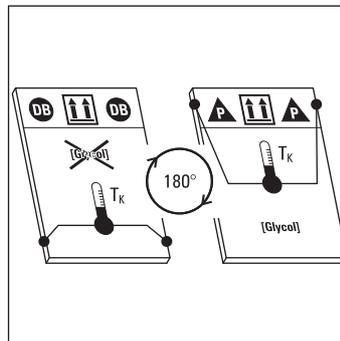

Fig. 3-18 Tournez le capteur plan (en fonction du système)
3. Tournez le capteur plan en fonction du système planifié pour l'installation, comme représenté sur le film de recouvrement et dans la position de pose correspondante (fig. 3-18).